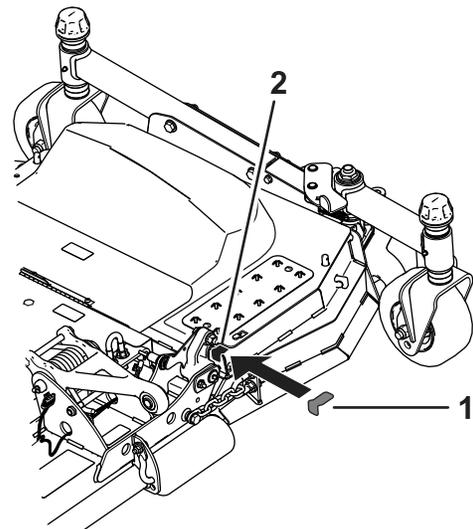

Figura 3
2. Instale los suplementos en la parte delantera y trasera de la carcasa de corte, como se muestra en la Figura 3.